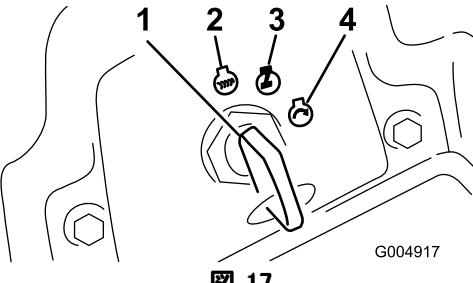

図 17
6. キーを RUN 位置に回す（図 17）。
3. キーを OFF 位置に回す（図 17）。すべての部分が完全に停止してから運転席を立つ。